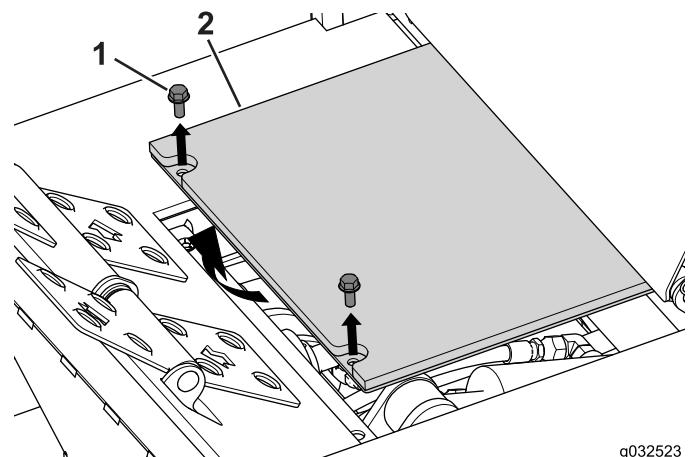

Bild 78
1. Entfernen Sie die zwei Schrauben, mit denen die Bedienerplattform an der Maschine befestigt ist, um an die Zapfwellenverbindung zu gelangen (Bild 78).
5. Befestigen Sie die Bedienerplattform mit den zwei vorher entfernten Schrauben (5/16" x $\frac{3}{4}$ ") am Winterrahmen (Bild 78).